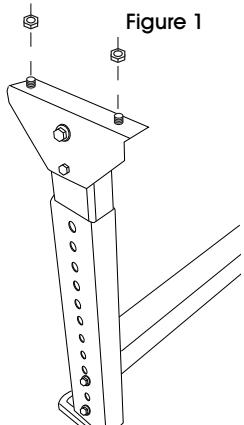

Figure 1
- Le matériel d'installation est prévissé sur le dessus des pieds de soutien en H. Retirez le matériel d'installation en utilisant une clé de 9/16 po (14 mm). (Voir Figure 1)